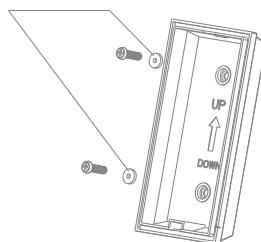

Рис. 3
3. Закрепите заднюю часть крышки в соответствии с изображением стрелки на внутренней части крышки (стрелка должна смотреть вверх). Используйте два шурупа с резиновыми шайбами, чтобы обеспечить влагозащищенность (рис. 3). Защелкните переднюю часть кнопки на место. Проверьте работоспособность звонка.